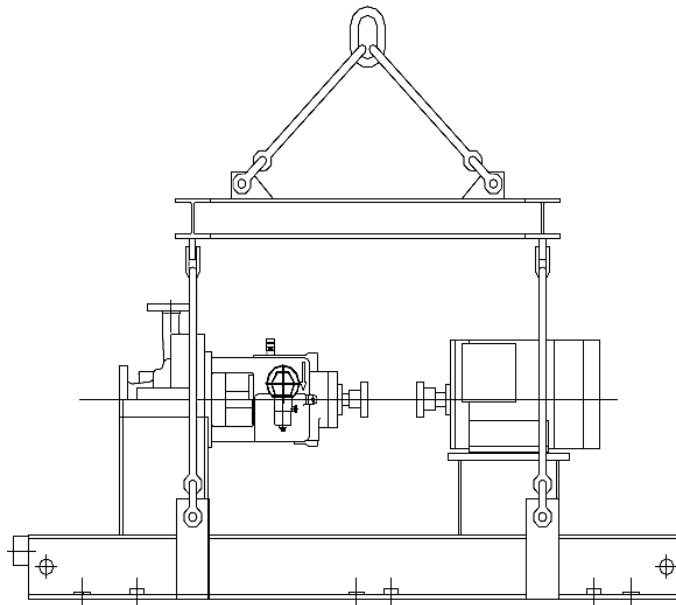

Рисунок 25 – Способ строповки насосного агрегата при проведении погрузочно-разгрузочных
6.3 При подъеме насосного агрегата, для строповки, использовать все четыре рым-болта, предусмотренные на боковых направляющих плиты основания. Несоблюдение данного требования может привести к деформации плиты основания. При строповке можно использовать более длинные стропы или коромысла (рисунок 25).